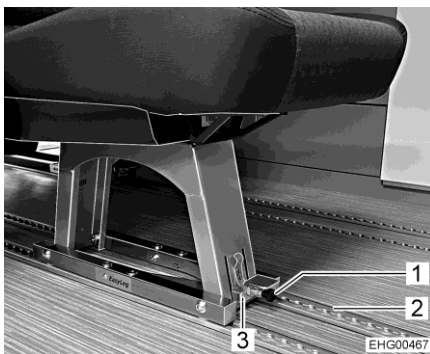

Bild 6 Enkelsäte (spärrat)
- Dra det svarta handtaget (Bild 6,1) i riktning framåt.
- Dra metallbygeln (Bild 6,3) uppåt.
Enkelsätet och dubbelsätet kan skjuts på skenan (Bild 6,2) eller lyftas upp ur skenan.